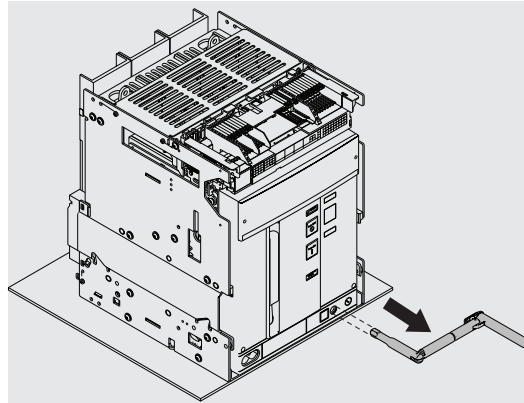

Figura 48
12. Extraer la manivela. Véase Figura 48.